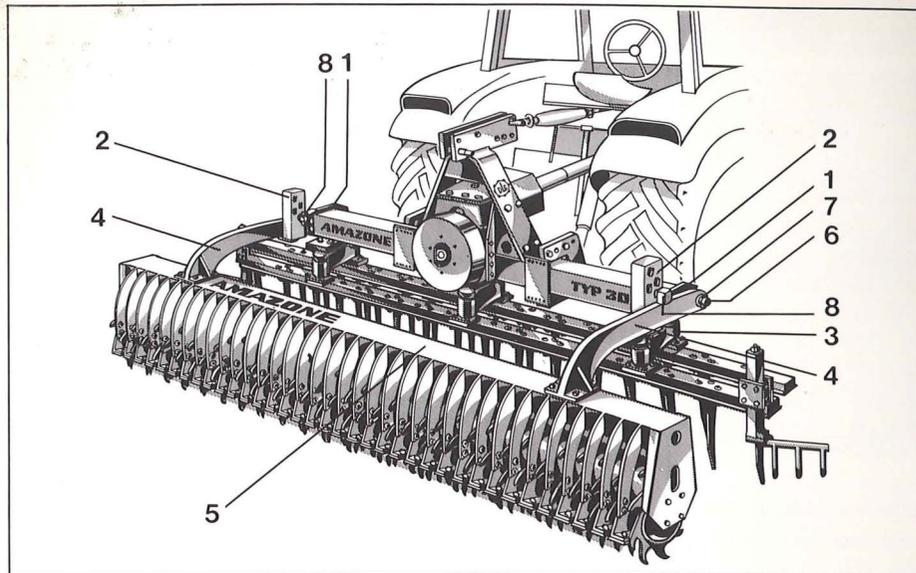

Fig. 5
**3.4.2** Pour fixer le rouleau-packer à la herse alternative, visser d'abord le support de réglage (fig. 5/2) vers l'arrière, avec la plaque du bras-support (fig. 5/3) vers l'extérieur sur la herse alternative. Le montage des bras-supports (fig. 5/4) sur le cadre-support (fig. 5/5) du rouleau-packer est effectué d'abord sans les serrer, le bout libre étant orienté dans le sens de la marche. Après que le rouleau-packer ait été attelé à la herse alternative à l'aide des axes (fig. 5/6) qui doivent être verrouillés par la goupille (fig. 5/7), **il faut pousser les bras-supports (fig. 5/4) énergiquement contre les supports de réglage (fig. 5/2) des pièces d'appui et les serrer à fond.**
Pour obtenir le contrôle précis de la profondeur de travail de la herse, les axes de réglage (fig. 5/8) sont introduits dans le trou désiré des supports de réglage **au-dessus des bras-supports** (fig. 5/4) et verrouillés avec une goupille beta.